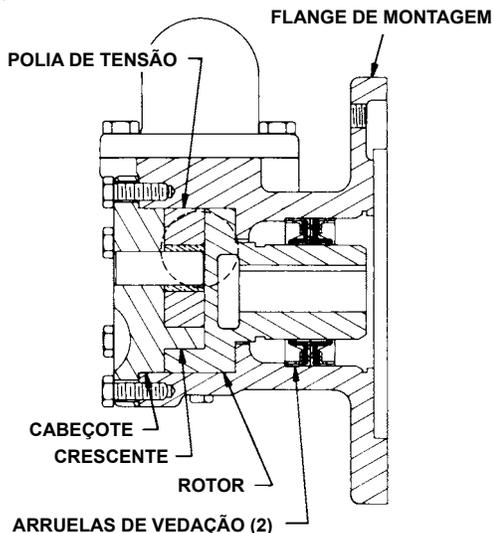

FIGURA 5
Remontagem dos modelos G75 ou GG75 Bombas com arruela de vedação: consulte a Figura 5
6. **O CABEÇOTE PODE SER AGORA MONTADO NA BOMBA.** Incline ligeiramente a ponta do cabeçote para longe da bomba até que a crescente entre no diâmetro interno do rotor, e gire a polia até seus dentes se encaixarem nos dentes do rotor. Não danifique as juntas do cabeçote. Note a posição correta da polia e da crescente (**Veja a Figura 5 e a etapa 2 de Desmontagem**). Aperte os parafusos de remate do cabeçote e, em seguida, verifique a folga final.